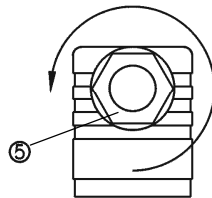

Abb. 3
- Lösen Sie die Verschraubung PG 9 (Pos. 5, Abb. 3).